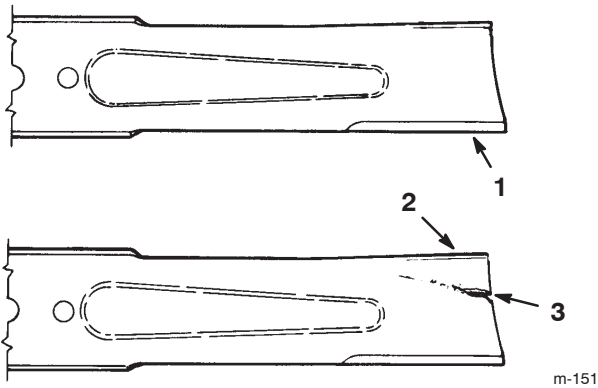

Figure 27
1. Inspectez le tranchant de la lame (Fig. 27). Si elle n'est pas tranchante ou si elle présente des indentations, déposez et aiguisez la lame (voir Aiguisage de la lame, page 29).
2. Inspectez la lame, surtout la partie incurvée (Fig. 27). Remplacez immédiatement toute lame endommagée, usée ou qui présente une entaille (Fig. 27).